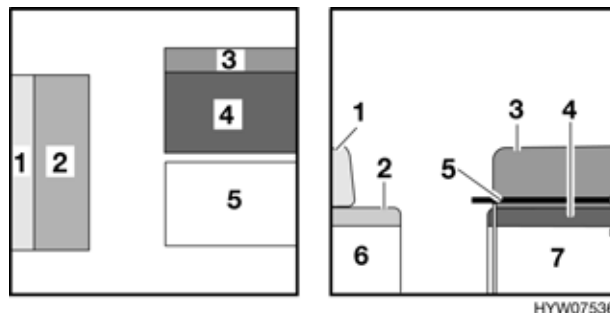

Fig. 93 Prima della trasformazione
- Allungare il tavolo sospeso (Fig. 93,5) e trasformare il tavolo sospeso allungato in una struttura di supporto letto (vedi paragrafo 6.5).
- Rimuovere i cuscini dello schienale (Fig. 93,1 e 3) e riporli.